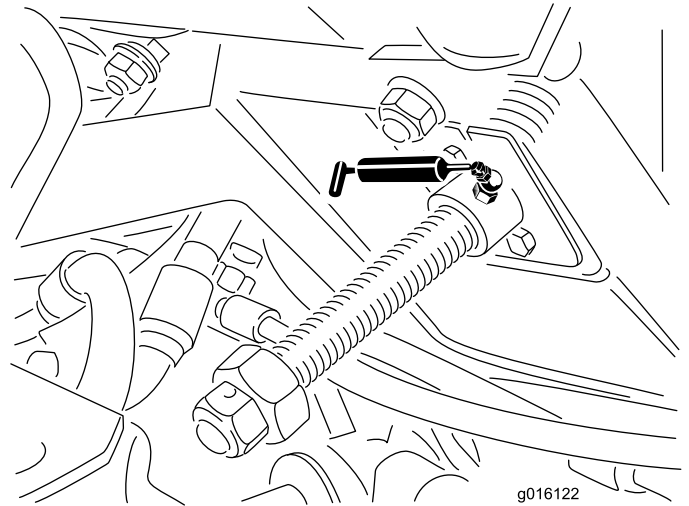

Bild 11
1. Stellen Sie sicher, dass die Spindel vor dem Betrieb gut eingeschmiert ist. Verwenden Sie die Schmiernippel über der großen Mutter als Schmierstelle (Bild 11).